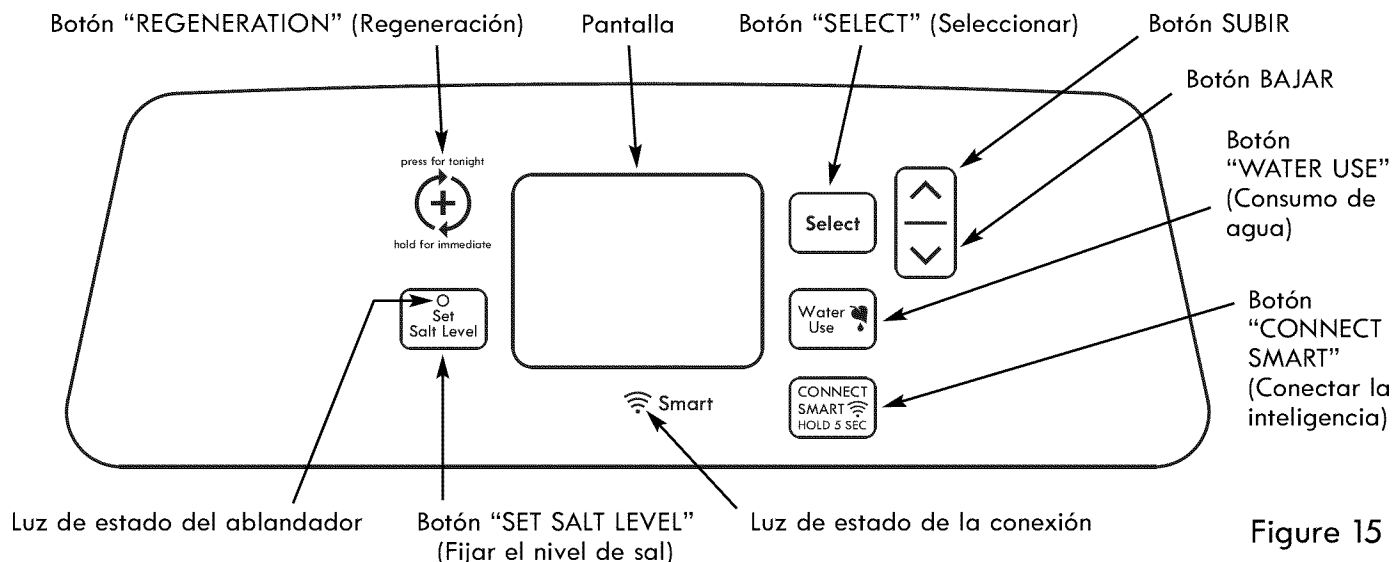

Figure 15
5. Inicie un ciclo de regeneración; para ello mantenga oprimido por 3 segundos el botón REGENERATION (regeneración) (vea la Fig. 15 en la página 13). Comenzará a funcionar el motor de la válvula y esta avanzará a la posición "Fill" (llenado).